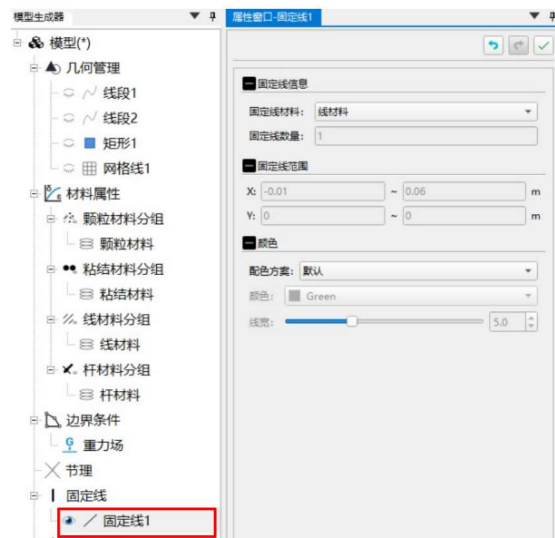

图 1.13 设置固定线属性
如下图 1.13 所示，完成固定线创建或导入后，在右侧属性窗口-固定线中可查看对应固定线位置信息及设置相关参数，包括：(1) 在固定线材料下拉框中可指定固定线材料；(2) 设置固定线颜色、线宽。